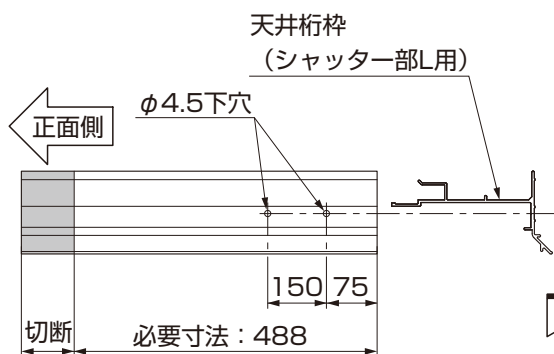

図5-5
- ① 天井桁枠（シャッター部L用）を切断し、桁の溝に合わせφ4.5の下穴をあけてください。（図5-5参照）